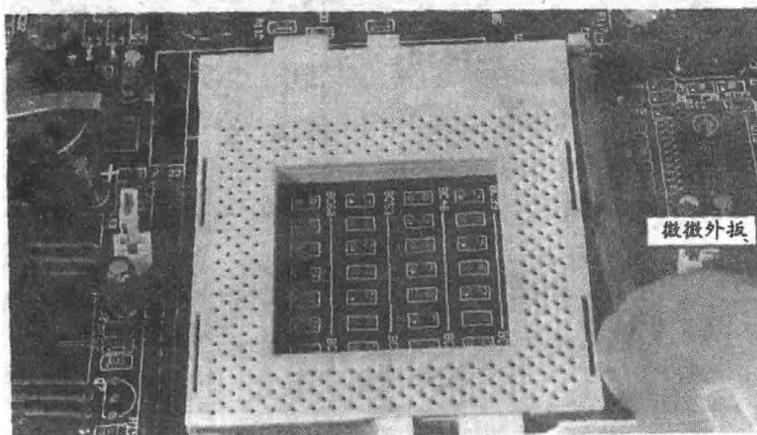

图 1-8
1. 将拉杆微微向外扳(别推得太用力),以便将拉杆推出卡杆(如图 1-8)。